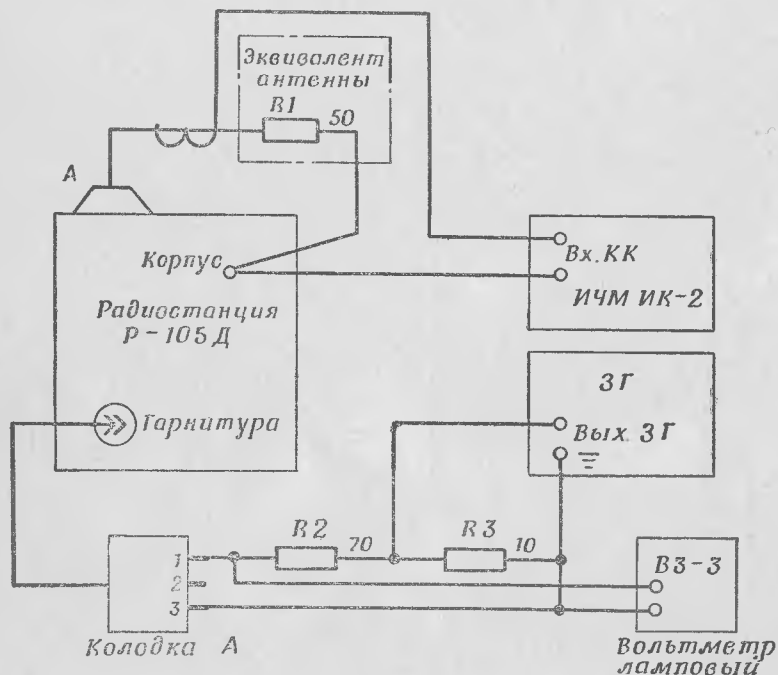

Рис. 9. Схема измерения чувствительности модуляционного входа
- собрать схему измерений (рис. 9);